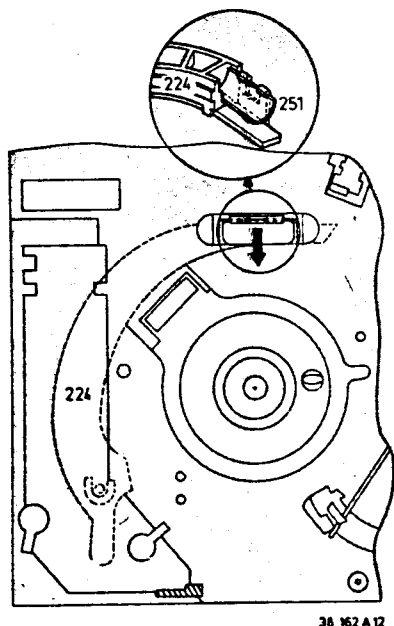

Fig. 3-1-20
- Ringfeder (Pos. 251) mit Flachzange durch rechteckiges Loch im Chassis (Unterseite) ausbauen (Abb. 3-1-20).
Ringfeder mit Flachzange hineindrücken, bis Feder sicher in Stufe auf Einfädelerarm einrastet (Abb. 3-1-20).